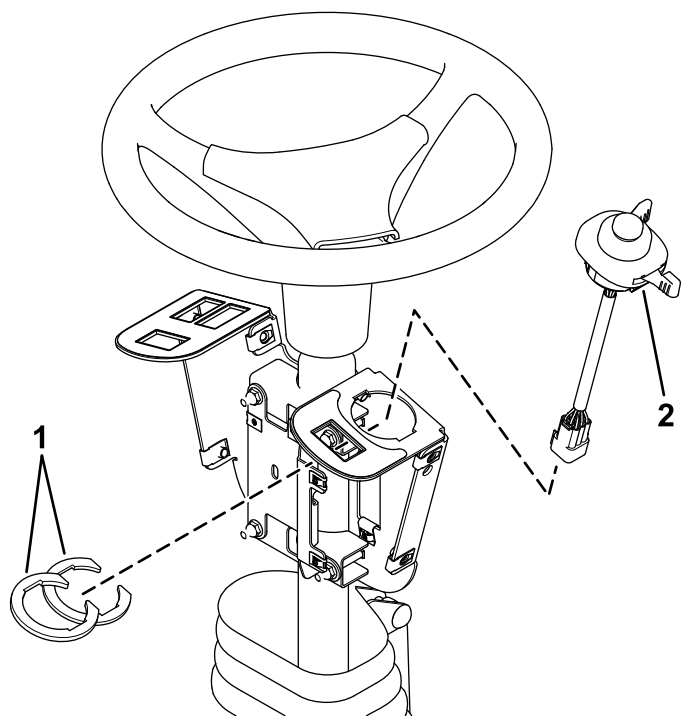

Figure 4
2. Installez le commutateur multifonction sur son support et fixez-le en place avec les clips placés sous le trou du commutateur (Figure 4).